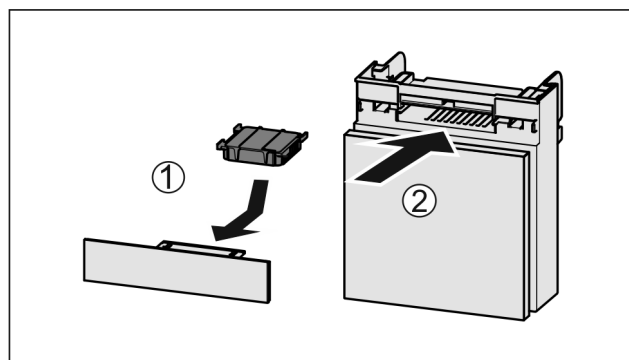

Fig. 227
- ▶ Įdėkite *Fig. 227 (1)* aktyviosios anglies filtrą pagal paveikslėlį.
- ▶ Įstumkite *Fig. 227 (2)* stalčių.